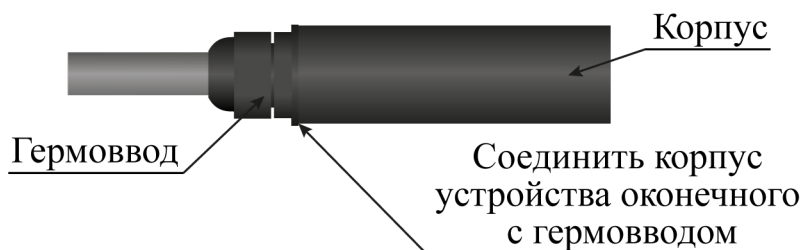

Рисунок 4.15
- навернуть корпус устройства оконечного на гермоввод до упора, не допуская проворачивания экрана относительно кабеля внутри устройства оконечного (рисунок 4.15);